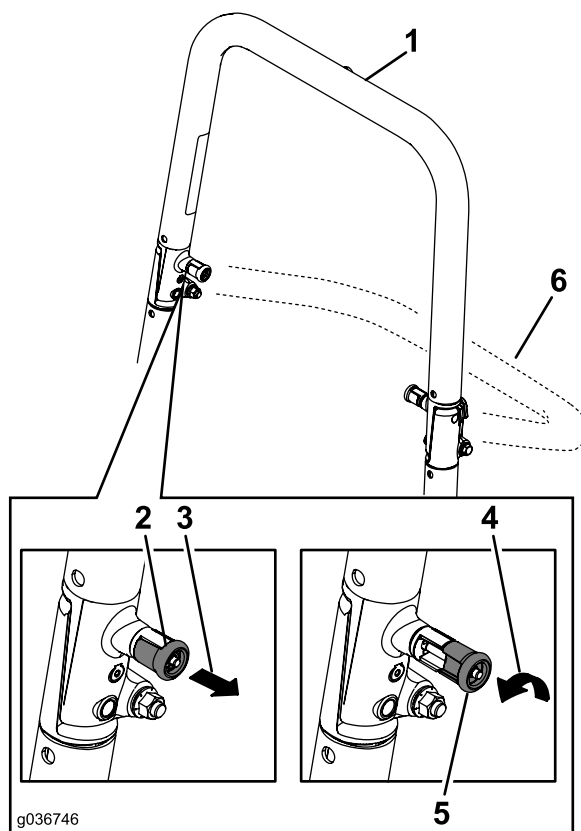

Figure 86
**Remarque:** Il faut parfois pousser en avant ou tirer en arrière la partie supérieure de l'arceau de sécurité pour engager complètement les deux boutons (Figure 86 et Figure 87).